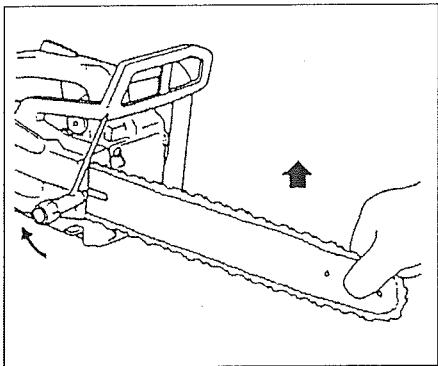

Fig.1-4
- PROPER TENSION IS EXTREMELY IMPORTANT! (Fig. 1-4, 5)
8. Raise the bar end and securely tighten the chain bar clamp nut with the box wrench. (Fig. 1-4)
- UNE TENSION CORRECTE DE LA CHAÎNE EST EXTREMEMENT IMPORTANTE ! (Fig. 1-4 et 1-5)
8. Soulevez à nouveau l'extrémité du guide-chaîne et serrez fermement l'écrou de serrage du guide-chaîne avec la clé à bougie (Fig. 1-4).
- UNA TENSIONE ADEGUATA È ESTREMAMENTE IMPORTANTE! (Fig. 1-4,5)
8. Sollevare l'estremità della lama e serrare a fondo il dado di fissaggio della lama della catena con la chiave a tubo. (Fig. 1-4)
- DIE KETTE MUSS ORDNUNGSGEMÄSS GESPANNNT SEIN!(Fig. 1-4, 5)
- 8. Die Befestigungsmutter bei angehobenem Schienenende mit einem Steckschlüssel fest anziehen. (Fig. 1-4)
- LA CORRECTA TEMSIÓN ES SUMAMENTE IMPORTANTE! (Fig. 1-4, 5)
- 8. Levantar el extremo de la barra y ajustar firmemente la tuerca de fijación de la barra de la cadena con la llave de cubo. (Fig. 1-4)
- KORREKT SPÄNNING ÄR YTTERST VIKTIGT! (Fig. 1-4, 5)
- 8. Lyft upp svärdsänden och drag fast svärds muttrarna med den fasta nyckeln. (Fig. 1-4)